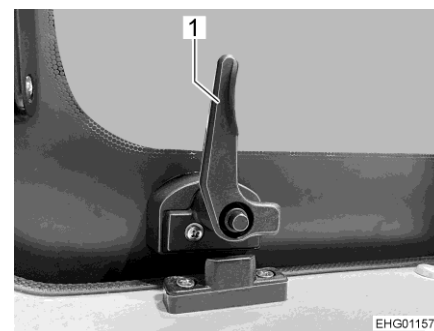

Bild 18 Lås, öppnat
- Öppna alla lås (Bild 18,1).
- Stäng alla lås (Bild 18,1).